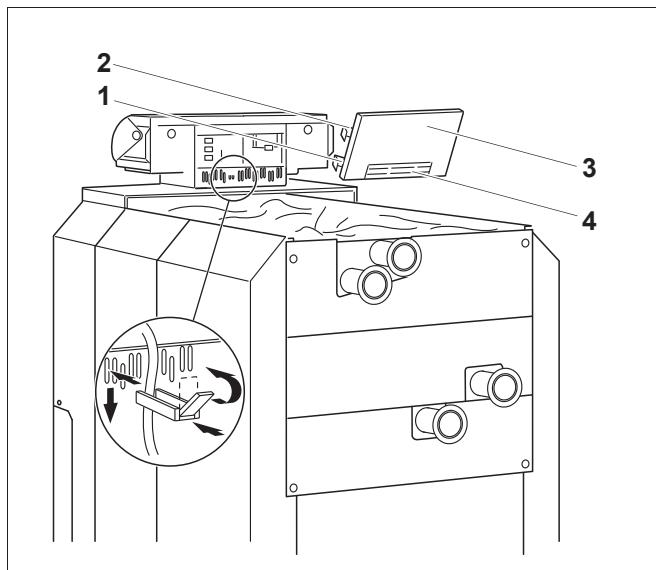

Рис.27 Монтаж кабельных хомутов
- ▶ Вставьте хомуты с уложенным в них проводом в рамку и закрепите их, повернув рычажок (рис. 27).
- ▶ Вставьте оба нижних крюка [1] справа и слева на задней стенке [3] шлицем в верхнюю кромку гнезда рамки (рис. 27).
- ▶ Слегка нажмите верхние упругие крюки [2] (по стрелке на рис. 27) и вставьте заднюю стенку [3] так, чтобы оба крюка защелкнулись.